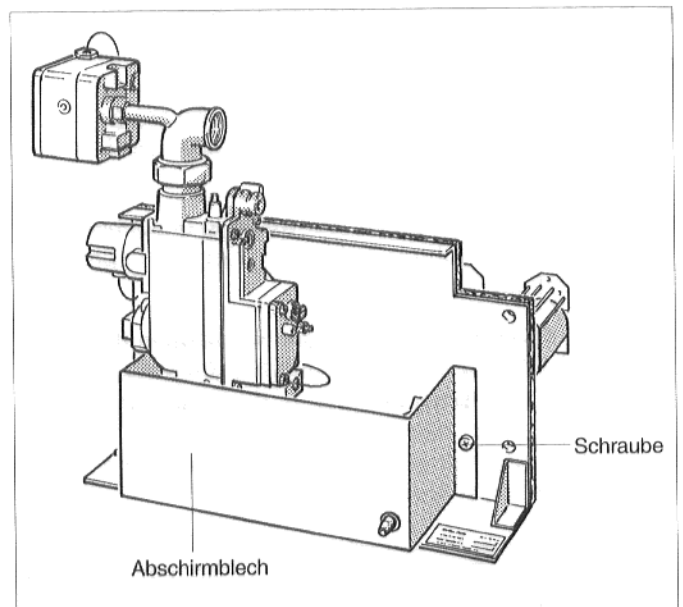

Abb. 34: Gasbrenner mit "Junkers" CE 423 I, Stadtgas
- Bei Umstellung von Stadtgas: Abschirmblech abschrauben (Abb. 34).